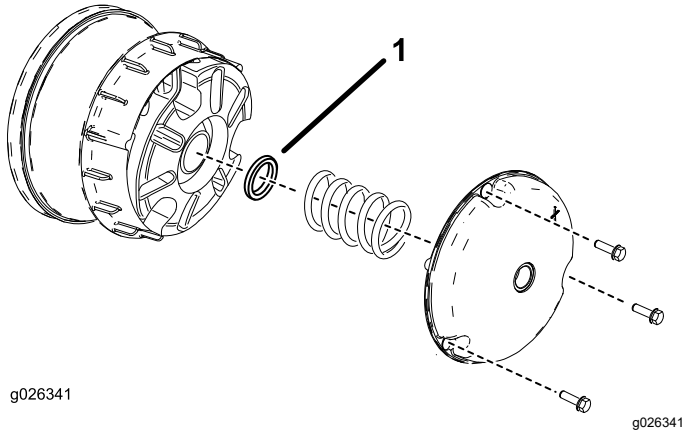

Figura 65
2. Retire los pernos que sujetan la tapa del embrague primario, como se muestra en la Figura 65.